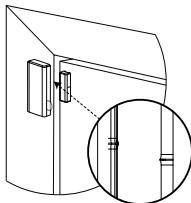

Figure 3: Position de l'appareil et de l'aimant sur la porte et sur le dormant
2. Positionnez l'appareil sur le dormant d'une fenêtre ou d'une porte et l'aimant sur la partie mobile de la porte ou de la fenêtre, alignés sur les repères. Voir la Figure 3.
3. Vissez le socle de l'aimant sur la porte, en prenant soin de l'aligner sur le récepteur. Voir la Figure 3. **REMARQUE:** Pour plus d'informations sur l'alignement, voir *Positions courantes de l'interrupteur magnétique*.